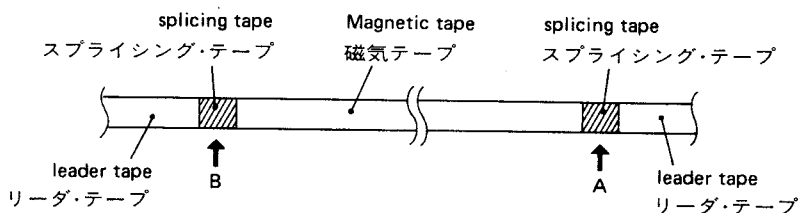

Fig. 4-9 Photo sensor adjustment (2) フォト・センサ調整(2)
2. Playing, in REV direction, magnetic tape portion of test tape consists of elements in Fig. 4-9 (MTT-5551 tape, etc.), adjust R84 so that a voltage of 3.0 V is obtained at TP.
5. Set AUTO REVERSE switch in  position, then play tape in FWD mode from point A in Fig. 4-9. Check that tape motion changes in REV play mode at point B, then changes in FWD play mode at point A.
2. Fig. 4-9 に示す構成のテスト・テープ (MTT-5551 等) の磁気テープ部分を REV プレイで走行させたとき、TP の電圧が 3.0 V になるよう R84 を調整する。
5. AUTO REVERSE スイッチを  位置にセットし、テープを Fig. 4-9 の A 点より FWD プレイさせる。テープが B 点の位置で REV プレイに反転し、その後 A 点の位置から再び FWD プレイ動作することを確認する。